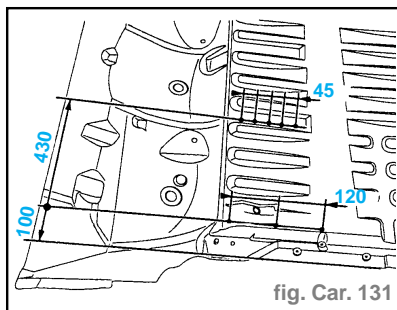

fig. Car. 131
- Tracer puis percer à $\varnothing 6,5 \text{ mm}$ pour soudage ultérieur par points bouchons (fig. Car. 131, 132, 133 et 134).